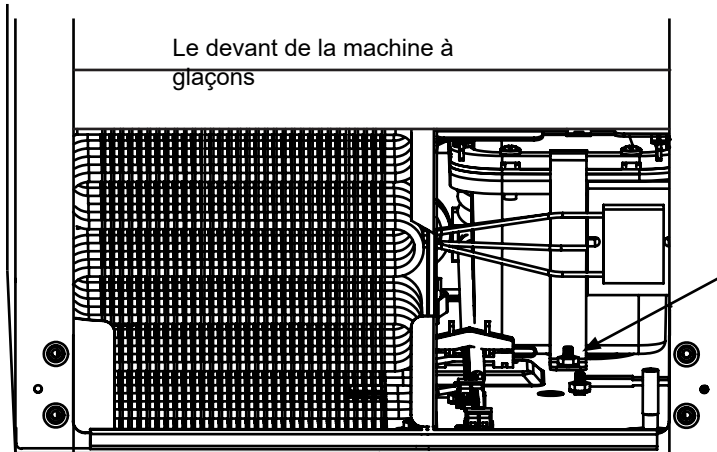

Figure 47
3. Ôtez les supports avant et arrière de la pompe de drainage (Voyez les Figures 47, 47a et ).